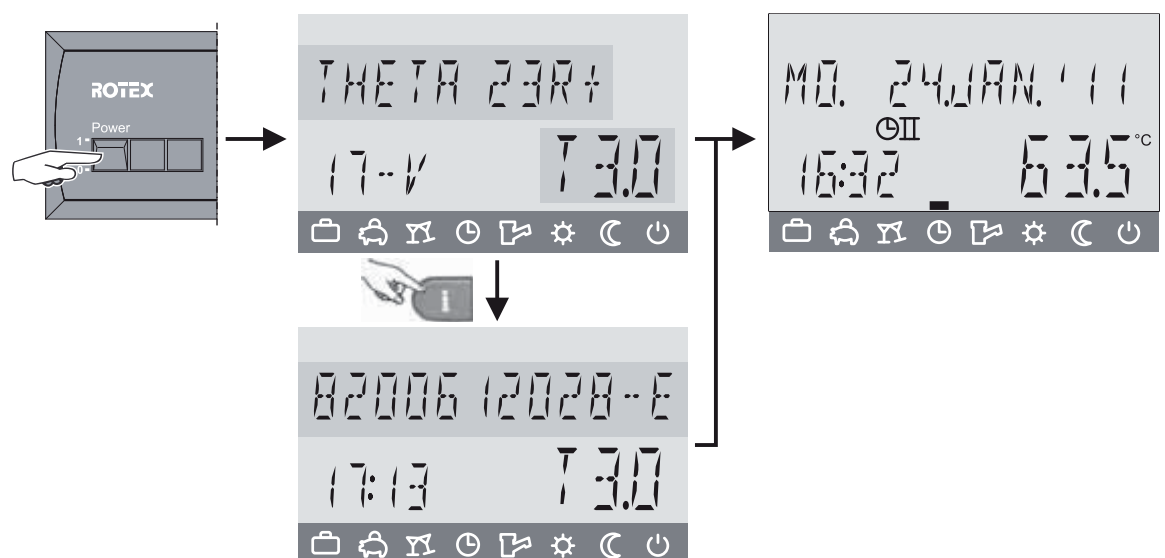

Bild 6-2 Anzeige des Gerätetyps, der Programmversion und des Revisionsstands der Regelungssoftware
- Ausführung und Softwareversion (obere Grafik aus Bild 6-2) sowie den Revisionsstand (untere Grafik aus Bild 6-2) des Regelgeräts.